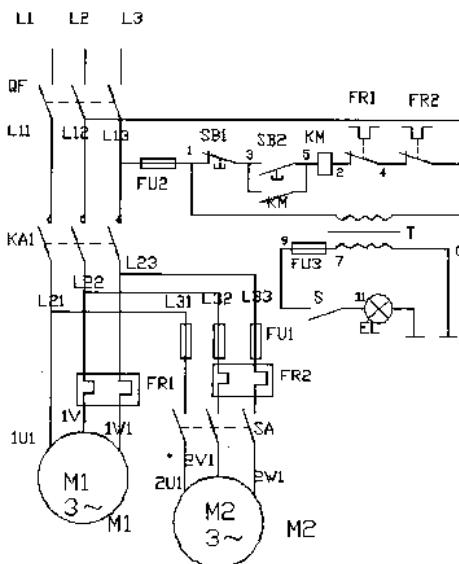

图 1-4 C620 车床电气原理图
看电气原理图的一般方法是先看主电路，再看辅助电路，并从辅助电路的回路上研究主电路的控制程序，如图 1-4 所示。
①看用电器。图 1-4 所示电路的用电器是主轴电动机 M1 和冷却液泵电动机 M2。
②看用电器是用什么电器元件控制的。图 1-4 所示电路中，“KM”表示接触器，由此可知，电动机是用接触器控制的。主轴电动机 M1 和冷却液泵电动机 M2 均接在接触器 KM 主触头的一侧上，表明这两台电动机均由接触器 KM 控制。冷却液泵开关
③看主电路中其他元器件的作用。图 1-4 所示电路中，在两条主回路中还接有总电源开关 QF，用来控制电源；还有作短路保护的熔断器 FU1，用作过载保护的热继电器 FR1、FR2。接在第二条主电路中的开关 SA，需要冷却时闭合，不需要时则断开。
④看电源。图 1-4 所示电路中，主电路电源线可以从母线汇流排接起来，也可以从配电柜接来。因为电动机 M1 和 M2 均为三相 380V 鼠笼异步电动机，因此电源电压为三相 380V。
①看电源。通常，辅助电源若从主电路的两根相线上接来，其电压为单相 380V；从主电路的一根相线和一根中线上接来，其电压为单相 220V；从控制变压器上接来，常用电压有 127V、36V 等。当辅助电源为直流时，其电压一般为 24V、12V、6V 等。图 1-4 所示电路中，辅助电路电源从主电路的两根相线接出，因此辅助电路的电源电压为单相 380V。辅助电路中电器元件线圈（如接触器和继电器线圈）的额定电压应为单相交流 380V。而照明灯电源是从控制变压器 T 接来，电压为 36V。
②搞清辅助电路如何控制主电路。图 1-4 所示电路中，辅助电路只有一条回路，即接触器 KM 工作回路。闭合电源开关 QF，主电路和辅助电路均有电压。当按下启动按钮 SB2 时，辅助电路回路接通，电流经电源 L13→熔断器 FU2→停止按钮 SB1→启动按钮 SB2→接触器 KM 线圈→热继电器动断触点 FR1→热继电器动断触点 FR2→电源 L12 构成回路，接触器 KM 线圈得电；接触器 KM 吸合，将电动机 M1 接入电源，开始运行；在辅助电路中，启动按钮 SB2 两端还并接了接触器 KM 的一个动合辅助触点，接触器 KM 得电吸合后，该动合辅助触点闭合，这样当松开启动按钮 SB2 后，电流可以从该动合辅助触点流过，电路不会由于启动按钮 SB2 复位而断开，对接触器起自保作用。停车时，只要按下停止按钮 SB1，辅助电路即被切断，接触器 KM 失电释放，打开
③研究电器元件之间的相互关系。
④研究其他电器设备和电器元件，如整流设备、照明灯等，要了解他们的线路走向和作用。图 1-4 所示电路中，EL 是照明灯，S 是照明灯开关，T 是 380V/36V 照明变压器，以供给 EL36V 安全电压。开关 S 闭合时，EL 亮。